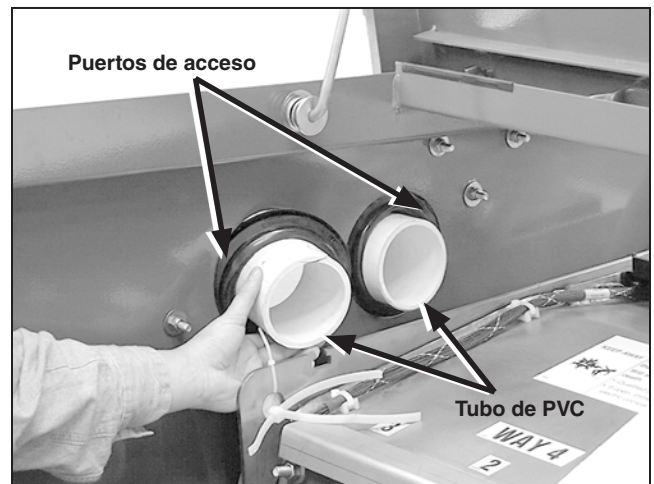

Figura 26. Inserción del tubo de PVC a través del puerto de acceso.
- (a) Inserte el tubo de PVC de tres pulgadas a través del puerto de acceso. Ver Figura 26. Asegúrese que las longitudes del tubo estén mostrándose en el compartimento de baja tensión y en el gabinete del montaje en pedestal.